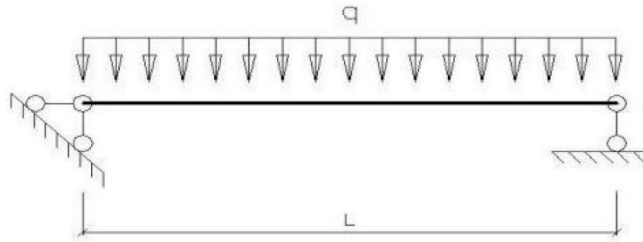

Рисунок 1. Расчетная схема балки
3.1 Проверить прочность брусчатого стержня пролетом L , сечением $b \cdot h$, (круглого диаметром d) без ослаблений. Брус изгибается в направлении большего размера сечения равномерной нагрузкой q (рисунок 1).